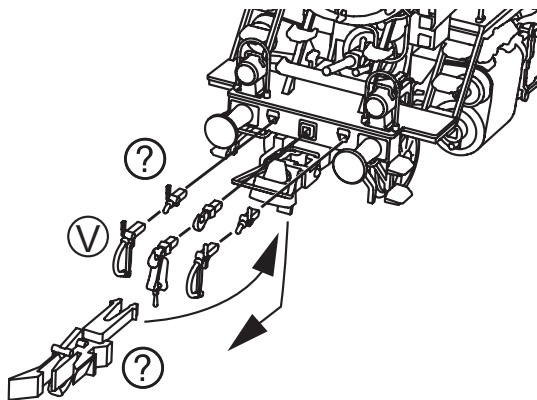

Fig. 4
1. Reinigung der Radstromkontakte: Radstromkontakte können auf unsauberen Schienen leicht verschmutzen. Entfernen Sie **vorsichtig** mit einem kleinen Pinsel **den Schmutz** an den in Fig. 4 gekennzeichneten Stellen.
1. Cleaning of wheel contacts: Wheel contacts easily get dirty on tracks which are not entirely clean. Use a small brush to **remove dirt** from spots marked in fig. 4.
Les lames de contacts risquent de s'encrasser rapidement sur des voies poussiéreuses. Veuillez **enlever la poussière** aux endroits marqués à la fig. 4 à l'aide d'un petit pinceau souple.
4. Échange des bandages d'adhérence: Démontez d'abord le couvercle du carter des engrenages (fig. 4). Envelez les bandages d'adhérence à l'aide d'une aiguille ou d'un tourne-vis fin. Lors du montage des nouveaux bandages veuillez veiller à ce que les bandages **ne soient pas tor-dués** (fig. 7).